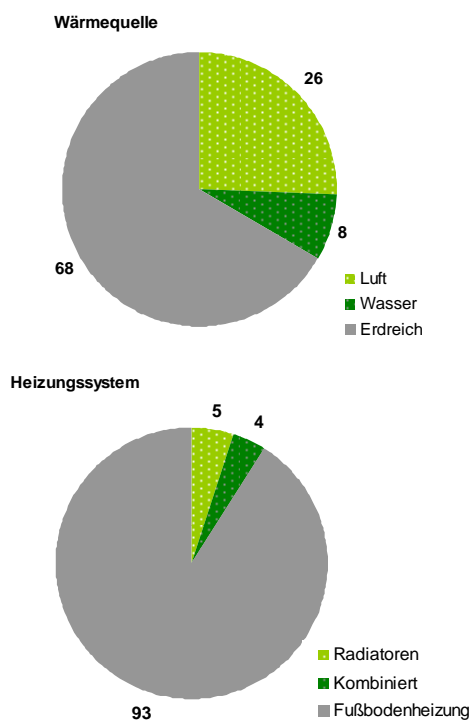

Bild 3: Aufteilung nach Wärmequelle (links) und Wärmeverteilsystem (rechts) der insgesamt im Monitoringprojekt angemeldeten Wärmepumpen
Die meisten Wärmepumpen nutzen eine der drei Wärmequellen Erdreich, Außenluft oder Grundwasser. Alle entsprechenden Wärmepumpentypen sind in dem beschriebenen Projekt vertreten. Bild 3 zeigt die Verteilung aller teilnehmenden Objekte hinsichtlich der Wärmequelle und hinsichtlich des verwendeten Heizungssystems. 68 der untersuchten Wärmepumpen nutzen das Erdreich als Wärmequelle. Davon werden 50 Systeme mit Erdsonden und 18 mit Erdkollektoren betrieben. Bei 26 Anlagen dient Luft als Wärmequelle. Die Hälfte dieser Anlagen (13) sind dabei Varianten mit Außenaufstellung – die andere Hälfte mit Innenaufstellung. Die restlichen 8 Anlagen sind Wasser/Wasser Wärmepumpen.